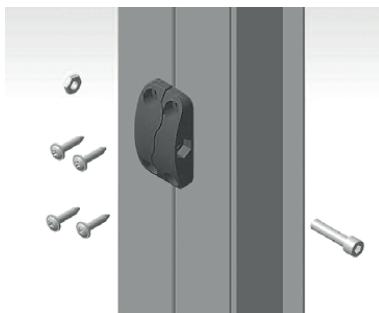

Рис. 5 Крепление наружной межсекционной стяжки
4. Болтами M8x35 с потайной головкой под шестигранный ключ (входят в комплект поставки), соединить секции при помощи предустановленных наружных межсекционных стяжек (рис. 5)